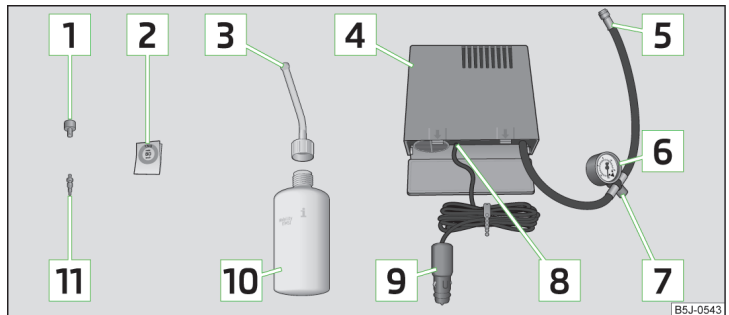

Abb. 148 Prinzipdarstellung: Bestandteile des Pannensets
Bestandteile des Pannensets » Abb. 148
- Den Aufkleber **2** » Abb. 148 auf Seite 168 auf die Schalttafel im Sichtfeld des Fahrers kleben.
- Die Reifenfüllflasche **10** » Abb. 148 auf Seite 168 einige Male kräftig hin und her schütteln.
- Den Reifenfüllschlauch **5** » Abb. 148 auf Seite 168 des Luftkompressors fest auf das Reifenventil schrauben.